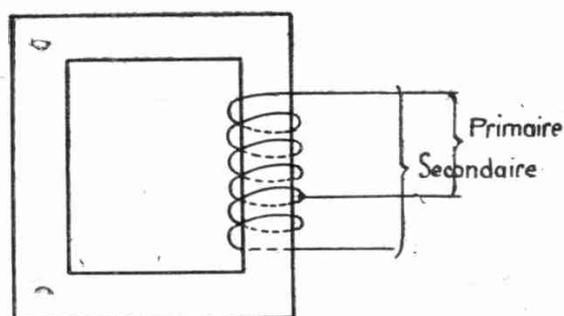

Fig. 12
**Cas d'un autotransformateur :** Le primaire dans le cas d'un élévateur de tension, le secondaire dans le cas d'un abaisseur est commun avec l'autre enroulement (fig. 12).